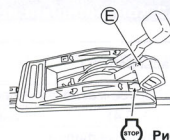

Рис. 8.
2 Переведите рычаг газа (E) в положение "N". (См. рис. 8.)